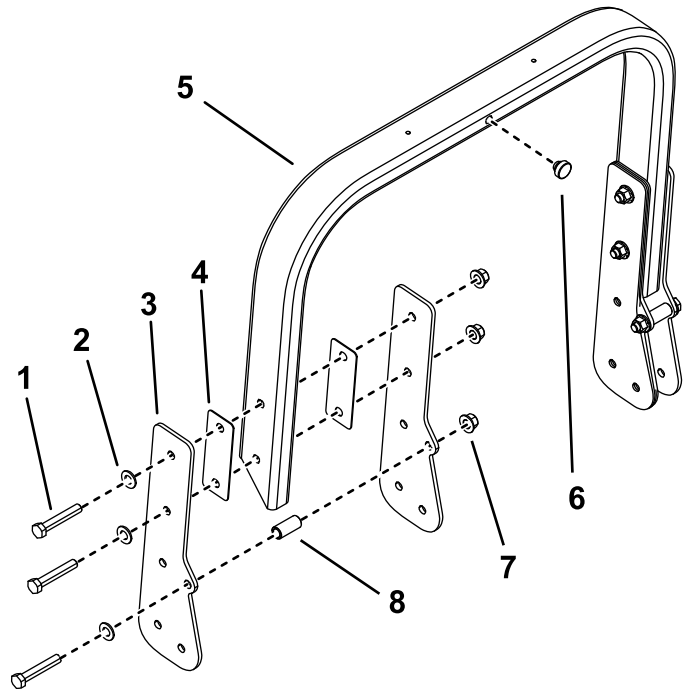

Figura 10
espaciadores planos, 3 arandelas, 1 espaciador cilíndrico, y 3 contratuercas (½") en cada lado (Figura 10).
2. Instale un tope en el centro de la barra antivuelco (Figura 10).